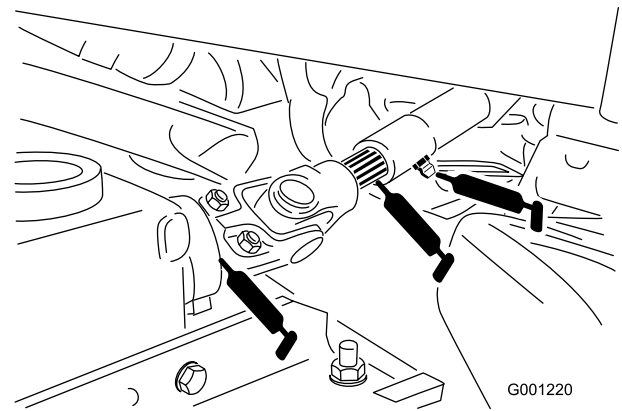

Figura 37
- Eje universal de la toma de fuerza (Figura 37)